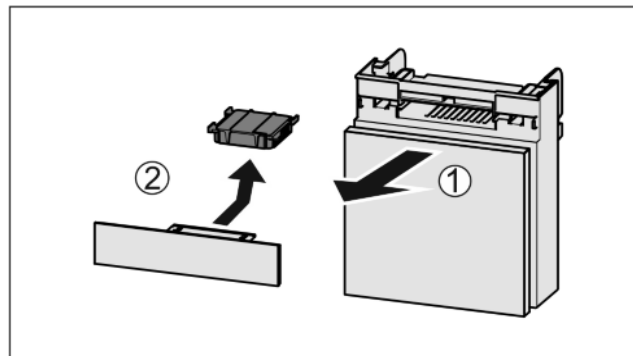

Fig. 49
- ▶ Estrarre il vano tirando in avanti Fig. 49 (1).
- ▶ Rimuovere il filtro a carboni attivi Fig. 49 (2).